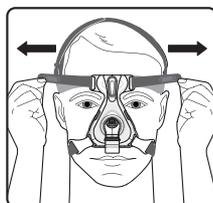

Figure 4
2. Réglez les sangles supérieures (figure 4) de façon égale afin d'obtenir un positionnement confortable en utilisant les languettes des deux côtés du harnais. Ne serrez pas trop les sangles. Le coussinet doit toucher légèrement le visage.